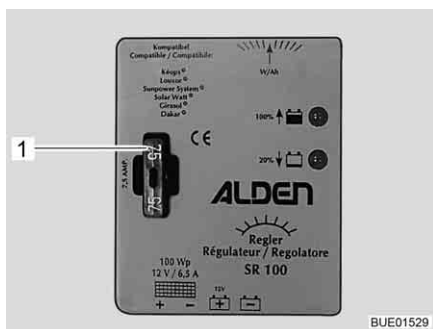

Fig. 151 Fusible pour régulateur de panneau solaire 100 W
- Changer le fusible plat 5 A/brun clair (Fig. 151,1).